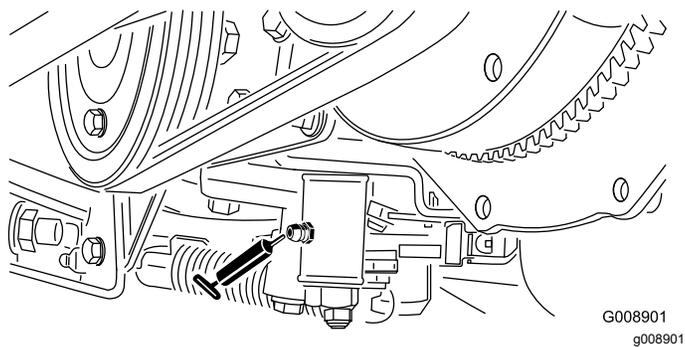

Рисунок 66
2. Поднимите заднюю часть машины, установив домкрат под задний колесный мотор (Рисунок 66).
- Механизм регулировки нейтрали (Рисунок 66)